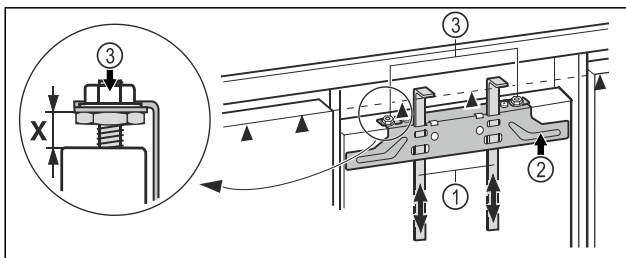

Fig. 18
- Dosunąć pomoce montażowe Fig. 18 (1) do wysokości drzwi mebla. Dolna krawędź oporowa ▲ pomocy montażowej = górna krawędź montowanych drzwi mebla.
- Odkręcić poziomą listwę mocującą Fig. 18 (2), odkręcając nakrętki zabezpieczające Fig. 18 (3).